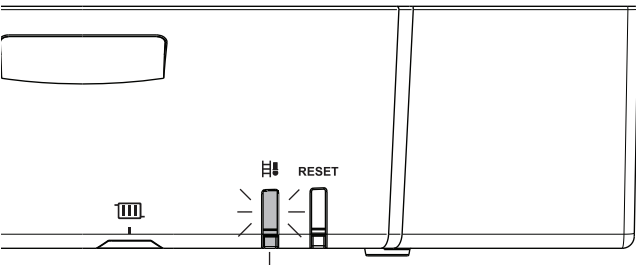

Fig. 5
4.3.2 Indicator Lights (Fig. 5)